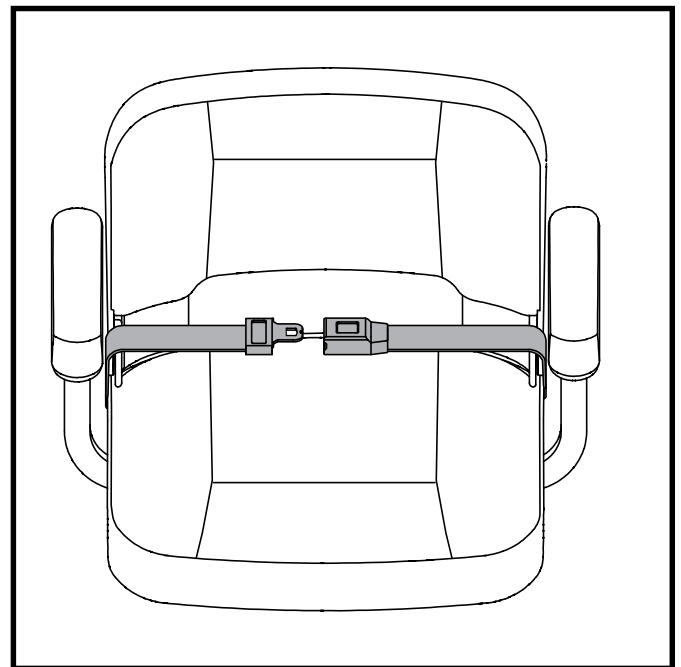

Abb. 24. Rückhaltegurte - Rückhaltegurt mit Schloss
1. Schloßzunge in das Schloßteil stecken, bis der Schnellverschluß hörbar einrastet. **Siehe Abb. 24.**